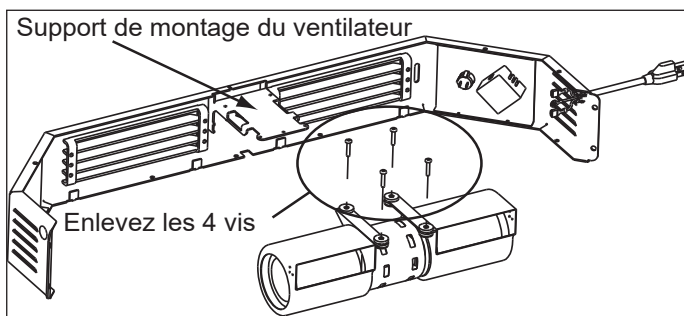

Figure 22.3
4. Retirez les 4 vis de montage du ventilateur avec un tournevis à tête cruciforme. Glissez le ventilateur du support de montage du ventilateur. **Figure 22.3.**